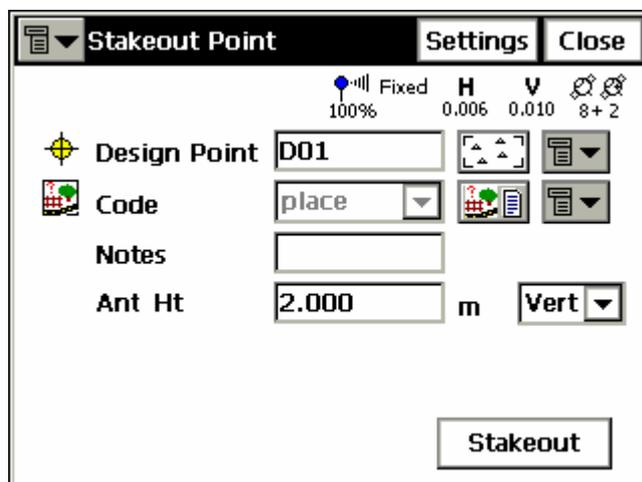

Рисунок 7-2. Вынос в натуру точек
1. Выберите меню **Stake > Points (Разбивка > Точки)**. В окне **Stakeout Point (Вынести точку)** нажмите кнопку **Settings (Настройки)** (рис. 7-2).
5. Выберите проектную точку из списка или с карты или введите ее имя вручную. Для GPS+ приемника задайте параметры антенны (высоту, тип и способ ее измерения), для тахеометра задайте высоту вешки. Если Вы выполняете вынос точек PTL, пометьте соответствующее поле. В окне **Stakeout Point (Вынос точки)** нажмите кнопку **Stakeout (Вынести)** (рис. 7-2 на стр. 7-2).